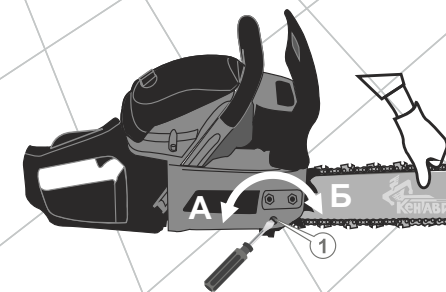

Рис. 7
2. Послабьте прижимную крышку шины: Т-образным ключом 13x19 мм поверните две крепежные гайки прижимной крышки против хода часовой стрелки на один оборот. Если зазор между направляющей цепи и шиной не соответствует показателю 1-3 мм, плавно поверните отверткой регулировочный винт натяжения цепи (1) в направлении стрелки «А» или «Б» (см. рис. 7), чтобы ослабить или натянуть цепь.